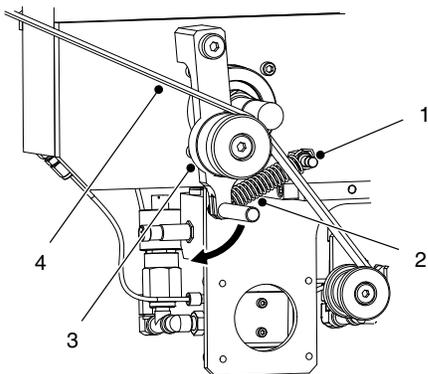
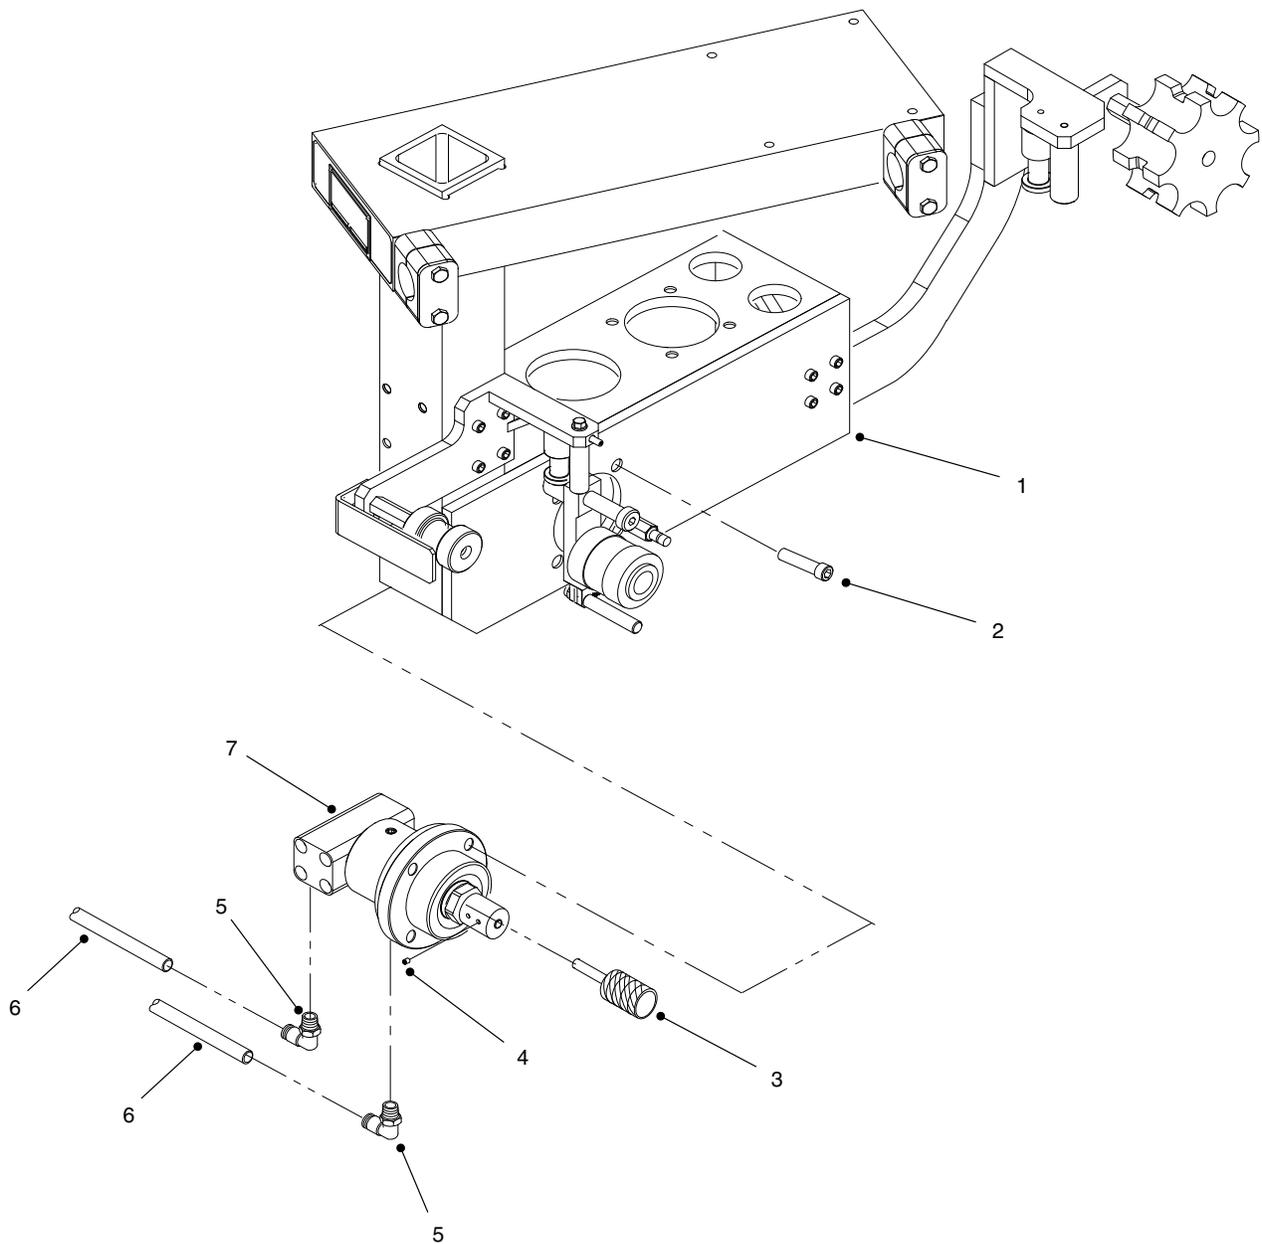

Figura 7 Rimuovere il feltro e la molla
Figura 8 Sostituire l'attuatore rotante di alimentazione
2. Vedi figura 7. Togliere il feltro (4) dal rullo del braccio di tensione (3).
3. Togliere la molla del braccio di tensione (2) dal montante della molla (1).
4. Vedi figura 8. Contrassegnare e rimuovere i condotti dell'aria (6) dai raccordi (5).
5. Rimuovere le viti di arresto (4) che fissano il rullo del braccio di tensione (3) all'attuatore rotante di alimentazione (7).
6. Togliere le viti (2) che fissano l'attuatore rotante di alimentazione (7) al telaio (1).
1. Vedi figura 8. Applicare Loctite 242 sui filetti delle viti (2). Montare l'attuatore rotante di alimentazione al telaio (1) usando le viti. Serrare le viti a 92 ± 9 in.-lb (10.4 ± 1 N•m).
2. Montare i raccordi (5) sull'attuatore rotante di alimentazione (7). Stringere saldamente i raccordi. Collegare i condotti dell'aria (6) ai raccordi. Rimuovere le targhette.
3. Applicare Loctite 242 sui filetti delle viti di arresto (4). Montare il rullo del braccio di tensione (3) sull'attuatore rotante di alimentazione (7) usando le viti di arresto. Serrare le viti a 14 ± 2 in.-lb (1.5 ± 0.2 N•m).
4. Vedi figura 7. Montare la molla del braccio di tensione (2) sul montante della molla (1). Montare il feltro (4) attorno al rullo del braccio di tensione (3).